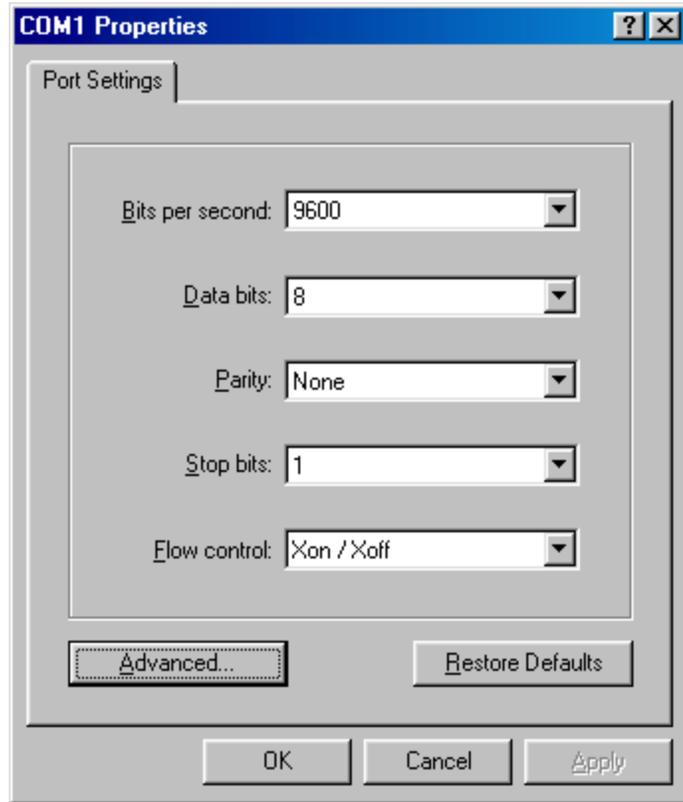

图 4 Microsoft Windows™ “COM1 Properties” 对话框
- e. 正确选择图 4 中所示的参数，然后单击 “OK”。